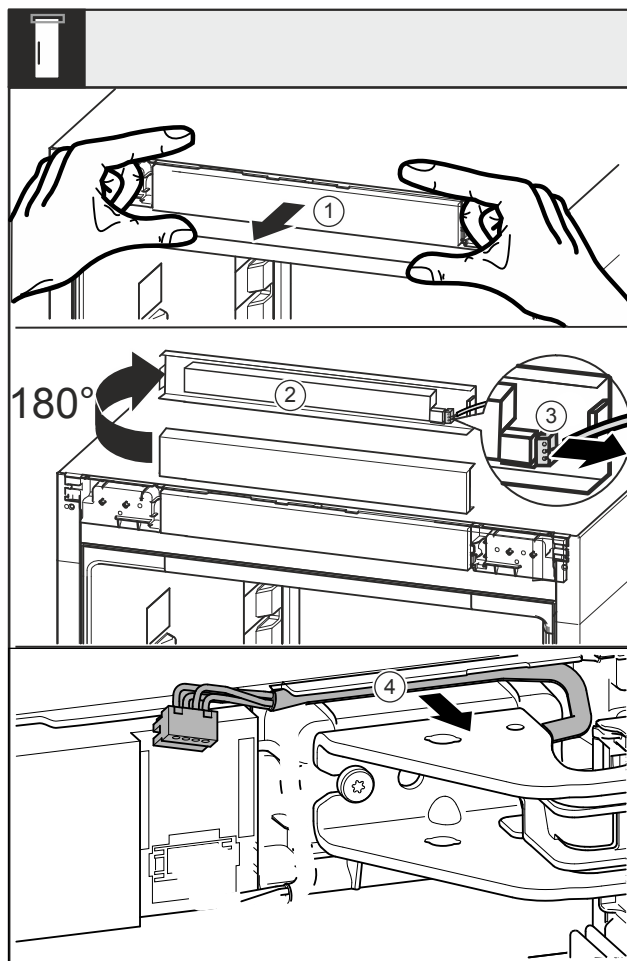

Fig. 16
- Avaa suojapaneeli Fig. 16 (1) eteenpäin.
- Käännä suojapaneelia Fig. 16 (2) ylöspäin 180°.
- Paina lukitusnokka liittäessä Fig. 16 (3) taaksepäin ja vedä liitin varovaisesti ulos.
- Irrota laakerijalustan yläpuolella oleva johto Fig. 16 (4) ohjaimesta.